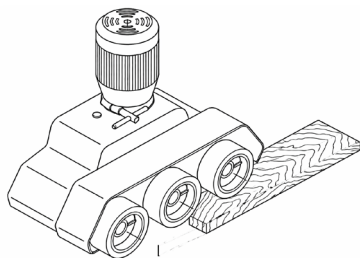

Fig. 6
- A lâmina de serra deve ficar entre o rolete central e o rolete de saída. A guia de saída deve estar alinhada com a mesa da máquina para que a lâmina de serra se projete 5-7/32" acima da peça a ser cortada. Em seguida, ajuste o rolete de entrada conforme a espessura da madeira, deixando o rolete de saída 4 mm acima da peça no momento em que a madeira passa pela máquina. Fig. 6